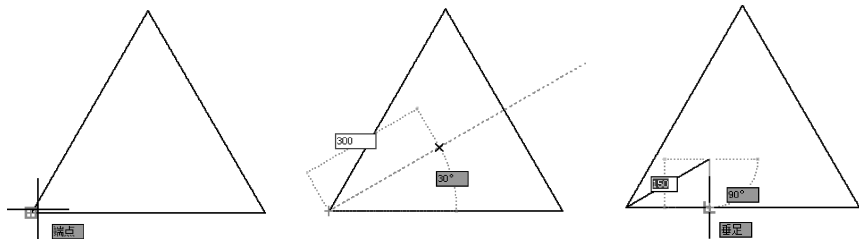

图 2-49 辅助工具应用
3) 在功能区单击“常用”选项卡→“绘图”面板→“直线”按钮，将光标捕捉到已绘制等边三角形的左下角点作为直线起点，辅助使用“极轴追踪”功能绘制一条与水平线夹角为 30° 的斜线，且通过“动态输入”功能指定其长度为 300，再连续绘制一条垂直线，使其终点捕捉到三角形边上的垂足，如图 2-49 所示。